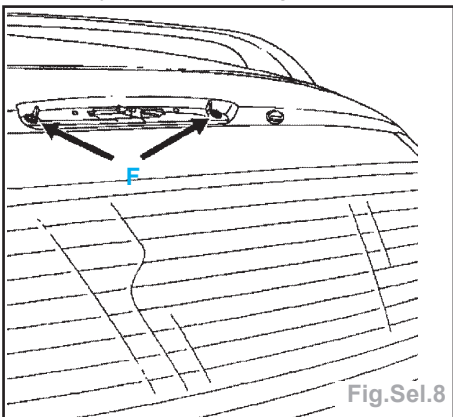

Fig.Sel.8
- les deux vis de fixation sur l'élément aérodynamique (F) (Fig.Sel.8),